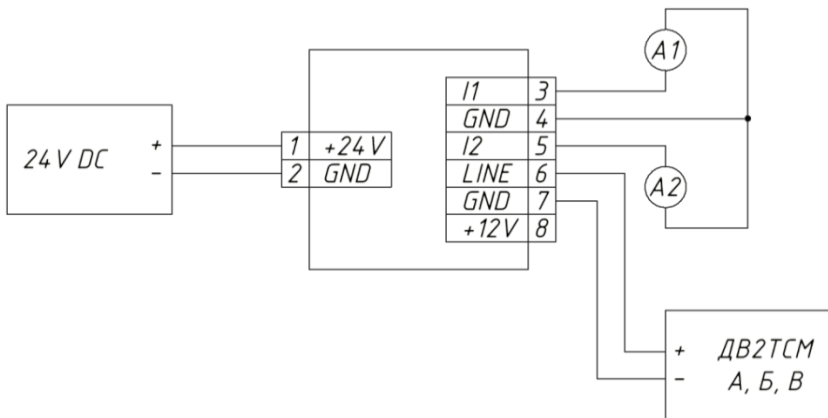
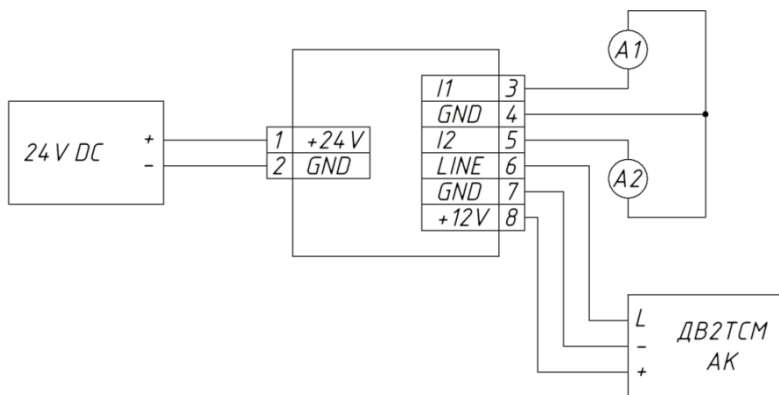

Рис. 6. Подключение к блоку интерфейса измерительных преобразователей ДВ2ТСМ исполнений А, Б, В (кроме ДВ2ТСМ-1Т-4П-В), ДТР-4-СМ.
Рис. 7. Подключение к блоку интерфейса измерительного преобразователей ДВ2ТСМ исполнений ДВ2ТСМ-1Т-4П-В, АК, Г, ГМ, ДТР-1-СМ, ДТР-2-СМ.
7.6. В зависимости от исполнения измерительные преобразователи подключаются к блоку преобразователя интерфейса, строго соблюдая полярность, двухпроводным (рис.6) или трехпроводным (рис.7) кабелем. Корпусной контакт разъема измерительного преобразователя (-) или белый провод для преобразователя с кабельным выходом подключаются к клеммному гнезду «7»-«GND». Центральный контакт разъема измерительного преобразователя (+) или красный провод для преобразователя с кабельным выходом подключаются к клеммному гнезду «6»-«LINE». Категорически запрещается подключать любой из проводников измерительного преобразователя ДВ2ТСМ в исполнении А, Б и В (кроме ДВ2ТСМ-1Т-4П-В) и ДТР-4-СМ к клеммному гнезду «8» - «+12V».
7.7. Подключение преобразователя ПИТ20 к источнику питания и вторичным измерительным устройствам осуществляется по четырем проводам - по одной паре подается напряжение питания (цепи «1»-«+24V» и «2»-«GND»), по другой осуществляется сѐм токовых выходных сигналов. Подключение преобразователя к измерительной системе или вторичному прибору осуществляется согласно инструкции по эксплуатации последнего. Схема подключения преобразователя приведена на рис. 7 и рис. 8.